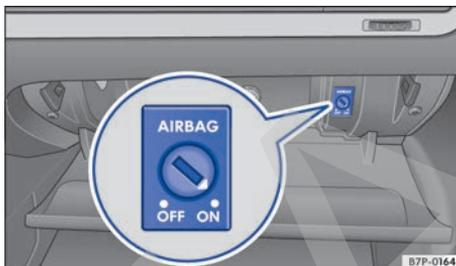

Fig. 89 En la guantera: conmutador de llave para activar y desactivar el airbag frontal del acompañante.
- Introduzca la llave de emergencia en el conmutador de llave situado en la guantera → fig. 89 hasta el segundo encastre. Aprox. 3/4 de la llave se encuentran entonces dentro del conmutador → ①.
- Introduzca la llave de emergencia en el conmutador de llave situado en la guantera → fig. 89 hasta el segundo encastre. Aprox. 3/4 de la llave se encuentran entonces dentro del conmutador → .